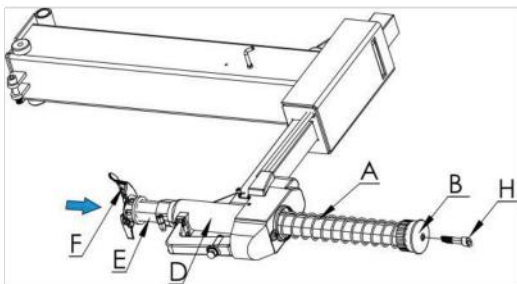

Fig. 6
- Utiliser la clé hexagonale intérieure de 6mm pour enlever la vis H à l'intérieur du couvercle en plastique B. Retirer la colonne hexagonale E, déplacer le ressort A, puis installer la colonne hexagonale arrière. Mettre le ressort A sur le haut de la colonne hexagonale et re-installer le couvercle en plastique B et serrer la vis (Fig. 6).